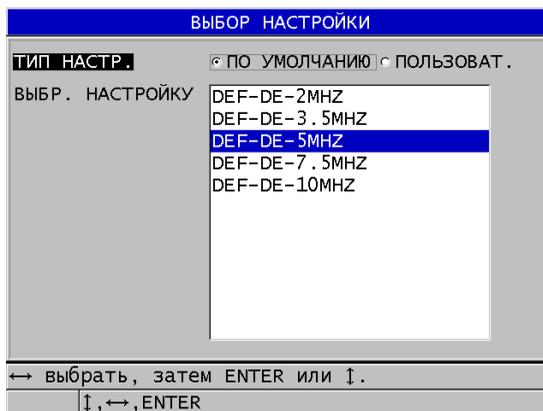

Рис. 12-1 Экран **ВЫБОР ОБЩЕЙ НАСТРОЙКИ**
2. В открывшемся окне **ВЫБОР ОБЩЕЙ НАСТРОЙКИ** (см. Рис. 12-1 на стр. 235):